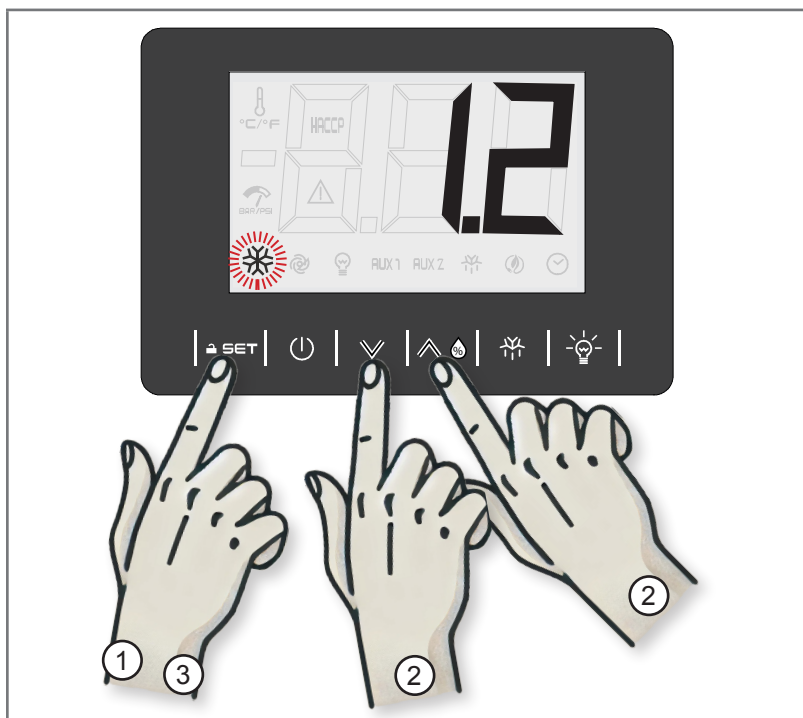

Fig 3.5 - Consigne de température
1. Appuyer sur la touche SET (1 - Fig. 3.5) : l'écran affiche l'icône du compresseur qui clignote et la température (°C) actuellement réglée.
2. Appuyer sur la touche BAS (2 - Fig. 3.5) ou la touche HAUT (2 - Fig. 3.5) dans les 15 secondes pour régler la valeur de la température (°C).
3. Appuyer sur la touche SET (3 - Fig. 3.5) ou ne rien faire pendant 15 secondes.